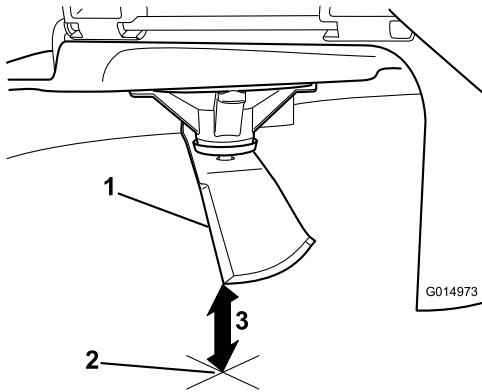

Bild 61
3. Messen Sie von der Messerspitze bis zu ebenen Fläche (**Bild 61**).